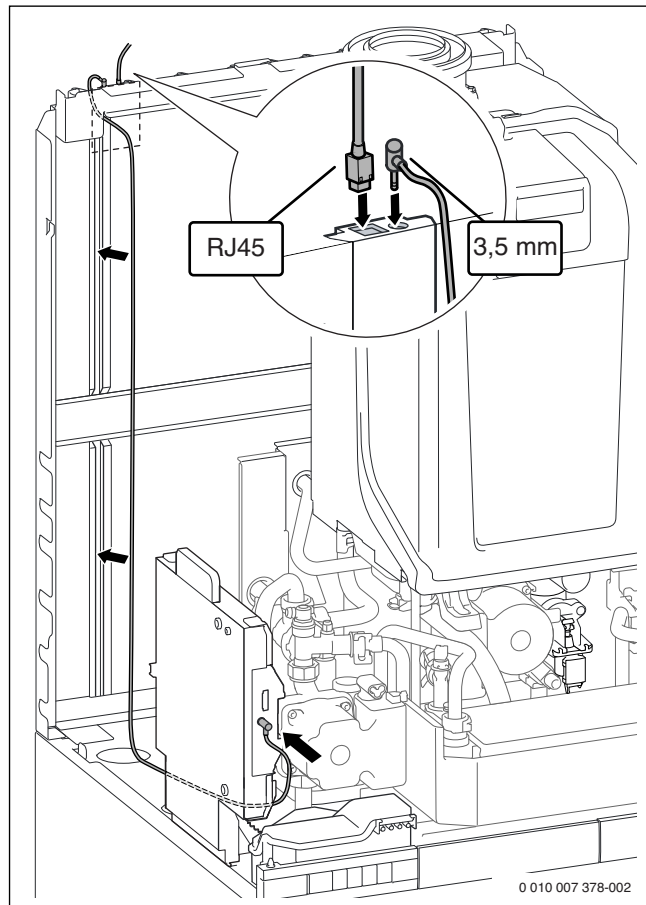

Bild 193 Anschluss und Verlegung des Kabels an Buderus Logamatic web KM100
- Kabel für den Anschluss Buderus Logamatic web KM100 aus dem Lieferumfang entsprechend Bild 193 verlegen und anschließen.